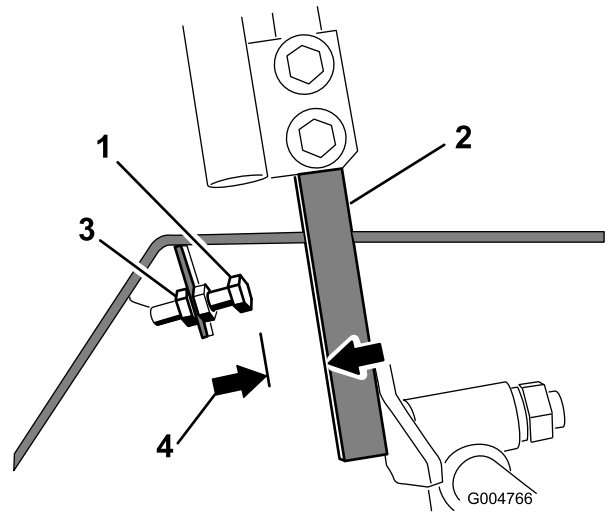

Bild 63
4. Lösen Sie für einen der Fahrtriebshebel die Klemmmutter an der Anschlagschraube (Bild 63).